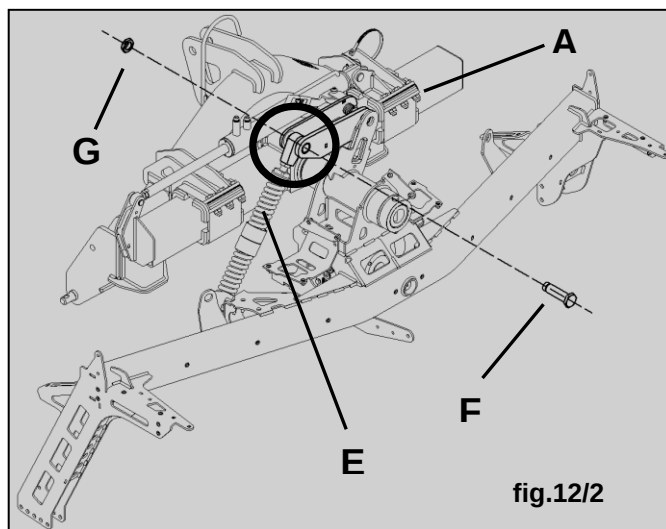

fig.12/2
12.3 Régler la position de verrouillage (fig.12/3)
12. MONTAJE DE ATAQUE DE 3 PUNTOS**12.1 Montaje de los bastidores (fig.12/1)**